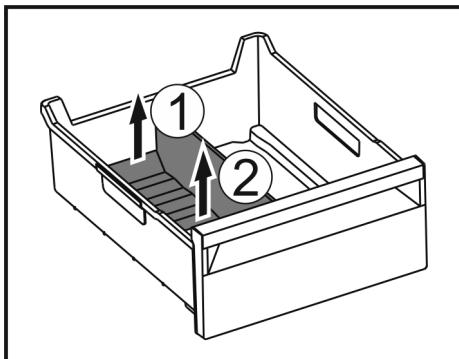

Fig. 170
- Ridicați partea posteroară a separatorului pentru compartimentul de gheăță. Fig. 170 (1)
- Scoateți separatorul pentru compartimentul de gheăță în sus. Fig. 170 (2)